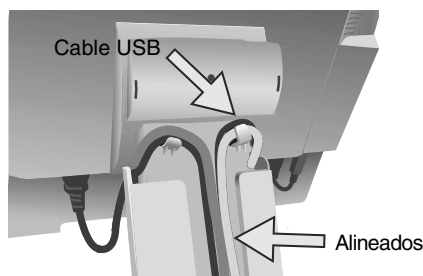

Figura C.3
8. Asegúrese de que todos los cables quedan bien alineados al soporte en toda su extensión (**figura C.3**).